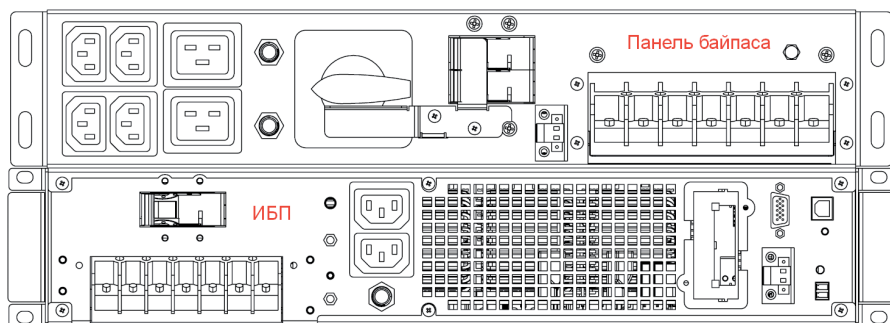

Рисунок 3.1. Установка Панели
2. Установить Панель байпаса над корпусом ИБП с задней стороны телекоммуникационного шкафа и закрепить переднюю часть Панели в стойке, используя один винт с круглой головкой M5x12 и одну гайку M5 с клипсой с каждой стороны (см. Рис. 3.1).